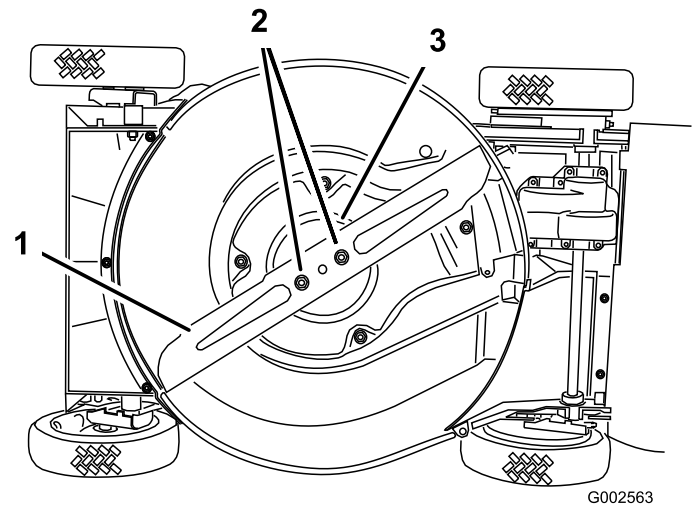

Bild 31
4. Kippen Sie den Rasenmäher auf die **rechte** Seite (Bild 31).
Fassen Sie das Ende des Messers mit einem dicken Handschuh an oder wickeln Sie einen Lappen um das Messer. Entfernen Sie die Messermuttern, die Antiskalpierkuppe und das Messer (Bild 31).
5. Entfernen Sie die zwei Messermuttern, die Antiskalpierkuppe und das Messer (Bild 31).